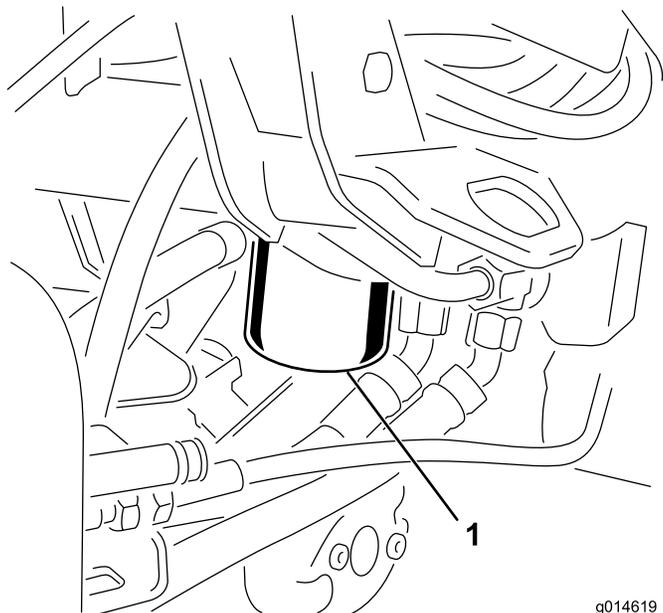

図 44
1. フィルタ容器の周辺をウェスできれいにぬぐう 図 44。フィルタの下に廃油受けを置いてフィルタを外す。